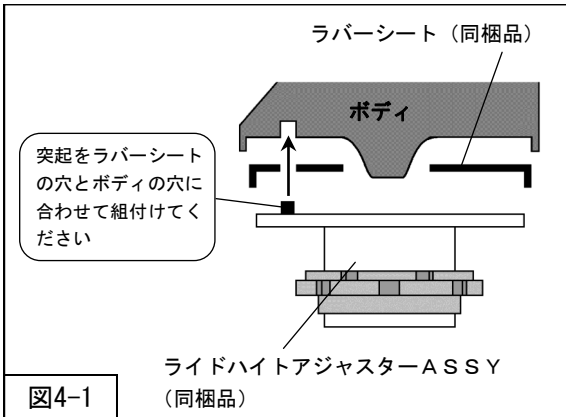

図4-1
1. 図4-1を参考に、
を車両に取付けてください。(図4-1)